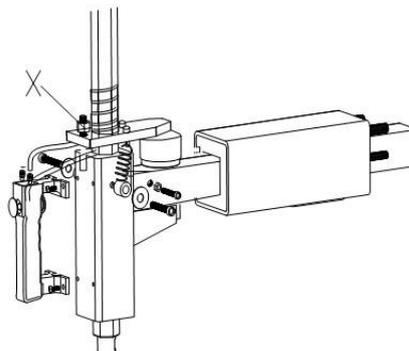

Fig 22
Nota: Se o braço Vertical não estiver travado ou não atende ao requisito 2-3mm da parte inferior da cabeça de Montagem/desmontagem e aro, por favor, ajuste a Chapa de Bloqueio Locki Hexagonal, referida na Fig 22 e ajuste o (X).